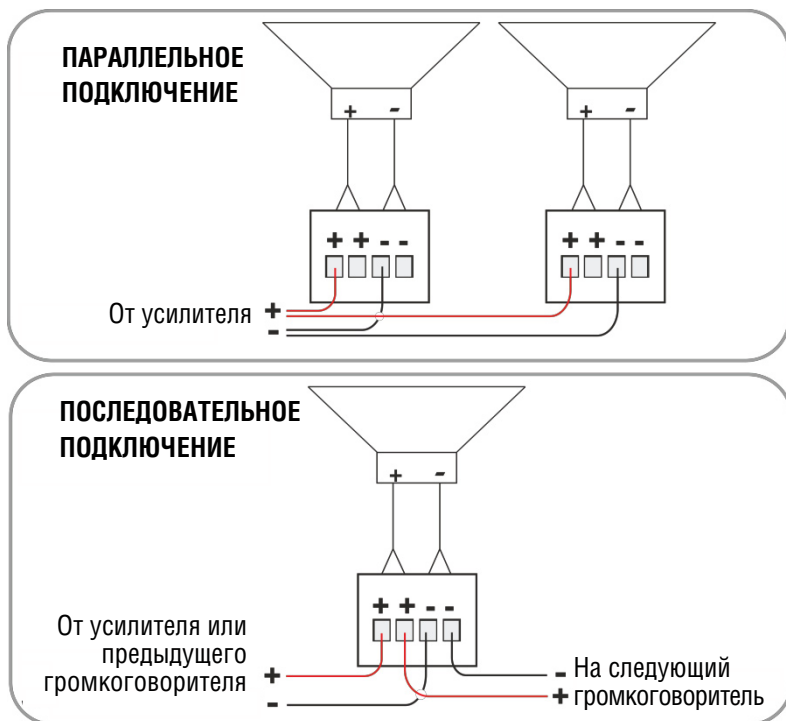

Рис. 3. Схема подключения потолочного громкоговорителя закрытого типа
На рис. 3 приведена электрическая схема подключения потолочного громкоговорителя закрытого типа:
- **Параллельное соединение:** усилитель подключается непосредственно к каждому из громкоговорителей. Если отсоединить один из входных соединителей, остальные громкоговорители останутся подключенными (см. рис. 3).
- **Последовательное соединение:** пара проводов (+ и -) от громкоговорителя подключается к клеммам + и - последующего громкоговорителя. При отключении одного из соединителей последующие громкоговорители будут отсоединены (см. рис. 3).